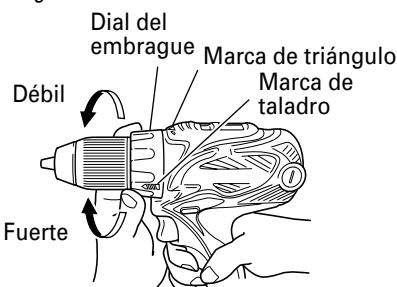

Fig. 6
5. Confirmar la posición del dial del embrague (Ver la Fig. 6)
(2) Indicación del par de apriete (Consulte la Fig. 6). El par de apriete difiere según el tipo de tornillo y del material que se está apretando.
(3) Ajuste del par de apriete (Ver la Fig. 6).